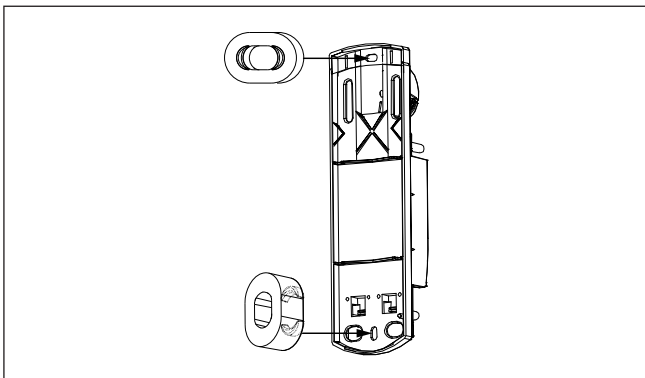

Abb. 2 Einclippen der separaten Abstandhalter ins Schraubloch
- ▶ 2 Abstandhalter für Wand- und Deckenmontage (Abb. 2)
- Für Wand- und Deckenmontage liegen separate Abstandhalter bei. Dies verhindert ein Reißen und Verformen des Kunststoffs (Abb. 2).
- Clipsen Sie einen der beiliegenden Abstandhalter in das Schraubloch ein (waagrecht oder senkrecht, Abb. 2).